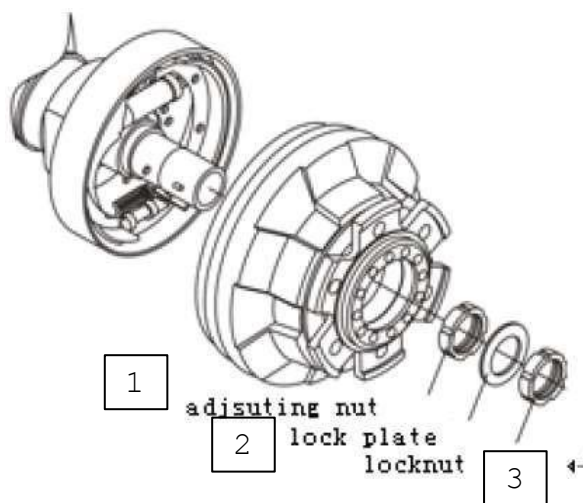

Рис. 5.2. Заполнение смазкой:
1) Нужно добавить 100 см³ консистентной смазки в ступицу колеса, затем собрать ступицу колеса на оси (Рис. 5.2).